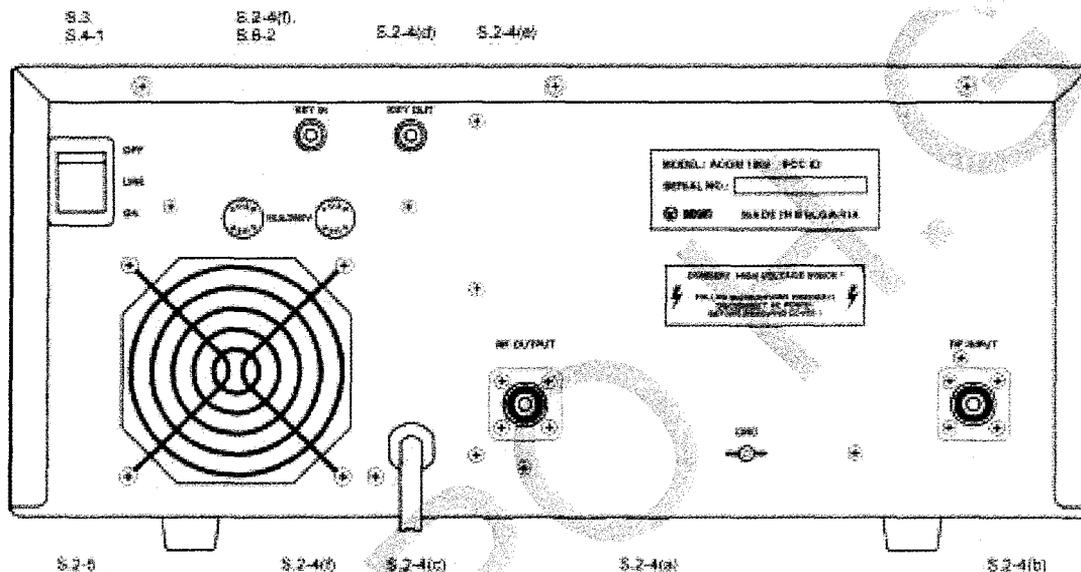
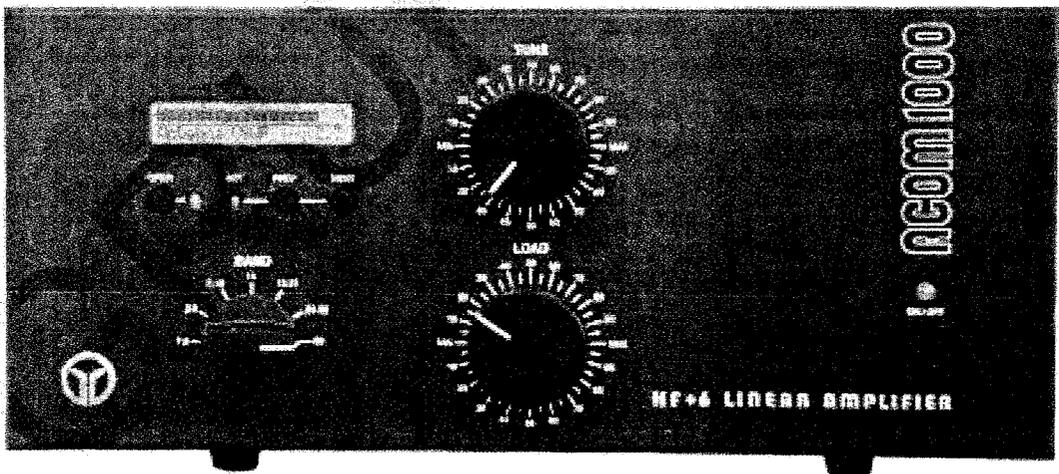

Fig.2-1 Conexiones
Fig.3-1 ACOM1000 visualizador y control
- En primer lugar conecte el terminal de tierra del amplificador (en el panel trasero, marcado como GND) al sistema de tierra de la estación (Fig.2-1).
Este ventilador (Fig. 2-1) no es necesario en los modos SSB y CW, ni en los modos con portadora continua (RTTY, SSTV etc.) con tiempos de portadora de un máximo de 15 minutos y una pausa subsiguiente de 3 minutos. Para tiempo o temperatura ambiente mayor se recomienda el ventilador. El ventilador auxiliar (92x92mm) debe ser del tipo sin escobillas, 2...5W/24VDC. Puede ser instalado por el distribuidor o por el fabricante bajo pedido.
Después de seguir todas las instrucciones en S.2, puede encender el conmutador de alimentación principal marcado LINE del panel posterior (Fig.2-1). El LED indicador rojo encima del botón rojo ON/OFF situado en el panel frontal deberá iluminarse de color rojo y la inscripción ACOM1000 aparecerá en el LCD (Fig.3-1):